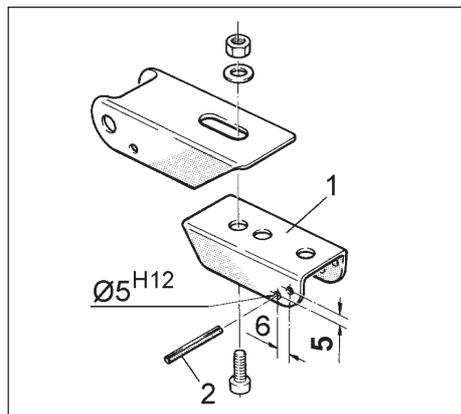

Fig. 26.60
- Desmontar el pasador del pestillo de retén (fig. 26.60/1).
- Taladrar el pestillo de retén según la fig. 26.60 ($\text{Æ}5^{\text{H}12}$ mm).
- Introducir en este agujero del pestillo de retén un nuevo pasador 5 x 33, DIN 1481 (fig. 26.60/2).